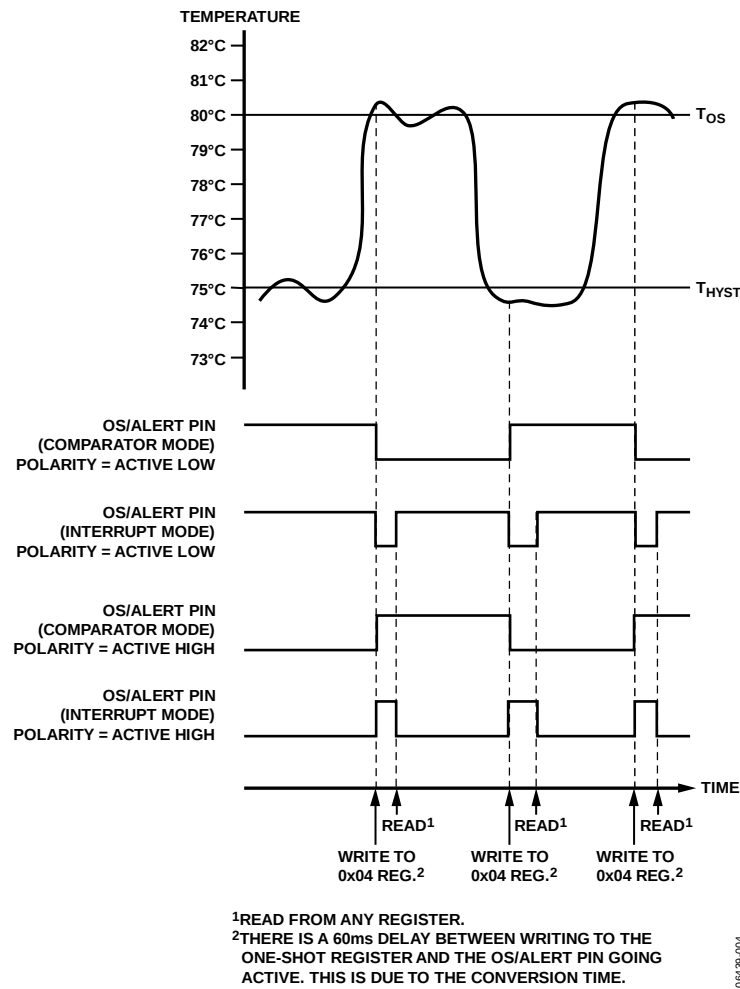

图4. OS/ALERT输出温度响应图
- 两款器件均可将OS引脚设置为低电平有效或高电平有效。两款器件均具有图4所示的中断响应。